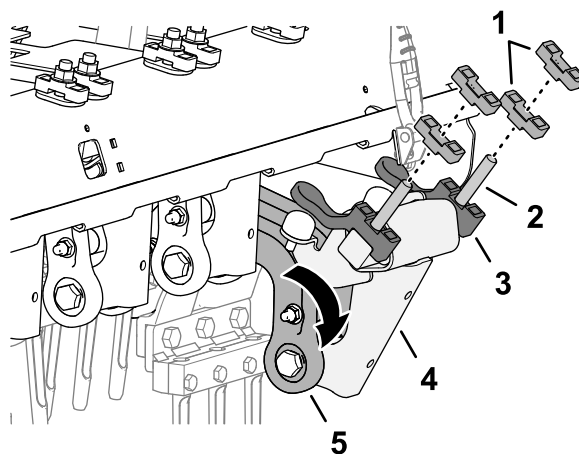

**Figura 122**
3. Ruotate la connessione dell'ammortizzatore e l'albero dell'ammortizzatore verso il basso (Figura 122).